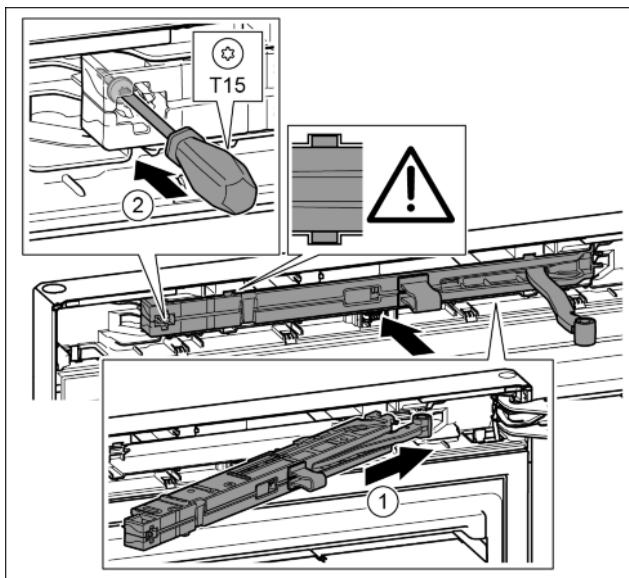

Fig. 21
- ▶ Amortyzator zamykania drzwi po stronie płytki zawiasu wsunąć ukośnie w zagłębienie aż do oporu. Fig. 21 (1)
- ▶ Śrubę przykręcić przy pomocy śrubokręta T15. Fig. 21 (2)